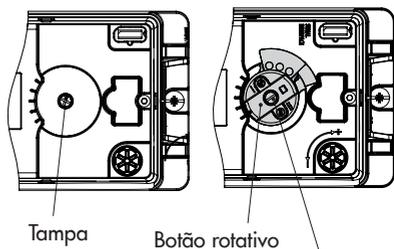

Fig. 5-5: Bloqueio do veio (esquerda) sem contactos de fim de curso indutivos (direita) com contactos de fim de curso indutivos
Utilize a cabeça do parafuso Phillips na tampa para bloquear o veio do posicionador no lugar (consulte a Fig. 5-5 à esquerda).
- ➔ Não utilize o parafuso de bloqueio para rodar o botão do veio do posicionador. Rode o botão rotativo apenas à mão (consulte a Fig. 5-5 à direita).
5. Verifique a posição do pino transmissor (2) no braço M (1). Consulte as tabelas de cursos para o tipo de montagem. Se necessário, altere a posição do pino (consulte o capítulo 5.4).
6. Insira o vedante moldado (15) na ranhura da caixa do posicionador e insira o vedante (10.1) na parte traseira da caixa.
7. Coloque o posicionador na tampa de cobertura (10) de forma a que o pino transmissor (2) assente no topo do dispositivo de arraste (3). Ajuste o braço (1) em conformidade e abra a tampa do posicionador para manter o veio do posicionador em posição adequada no bloqueio do veio (Fig. 5-5). O braço (1) deve assentar no dispositivo de arraste com a força da mola. Aperte o posicionador na tampa de cobertura (10) utilizando os dois parafusos de aperto.
8. Monte a tampa (11) do outro lado. Certifique-se de que o bujão de exaustão está localizado na parte inferior quando a válvula de controlo é instalada para permitir que qualquer condensação de água seja escoada.
4. Verifique a posição do pino transmissor (2) no braço M (1). Consulte as tabelas de cursos para o tipo de montagem. Se necessário, altere a posição do pino (consulte o capítulo 5.4).
5. Insira o vedante moldado (15) na ranhura da caixa do posicionador.
6. Coloque o posicionador na tampa de cobertura de forma a que o pino transmissor (2) assente no topo do dispositivo de arraste (3). Ajuste o braço (1) em conformidade e abra a tampa do posicionador para manter o veio do posicionador em posição adequada no bloqueio do veio (Fig. 5-5). O braço (1) deve assentar no dispositivo de arraste com a força da mola.